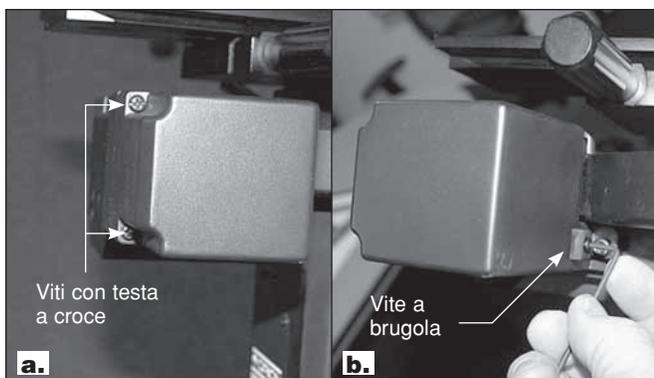

Figura 23: per rimuovere l'alloggiamento del motore della declinazione occorre svitare due viti a croce (a) e una vite a brugola (b).
5. Rimuovere l'alloggiamento del motore della declinazione svitando le tre viti indicate in **Figura 23**, utilizzando un cacciavite a croce e una chiave a brugola da 2 mm.